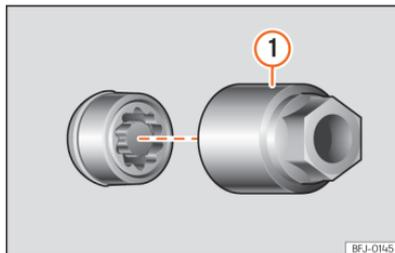

Abb. 252 Diebstahlhemmende Radschraube mit Abdeckkappe und Adapter
- Setzen Sie den Spezialadapter »» (Abb. 252) (Bordwerkzeug »» S. 340) bis zum Anschlag in die diebstahlhemmende Radschraube ein.